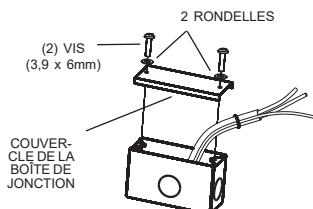
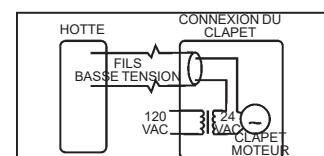

Fig.8
Fig.9
• **120 VAC** (figure 8)
- Installer le couvercle de la boîte de jonction et fixez-le avec (2) vis 3,9 x 6 mm et (2) rondelles. Assurez-vous que les câbles ne sont pas coincés entre le couvercle et la boîte.
- **CONNEXION ALTERNE DU CLAPET AUTOMATIQUE** (figure 9)